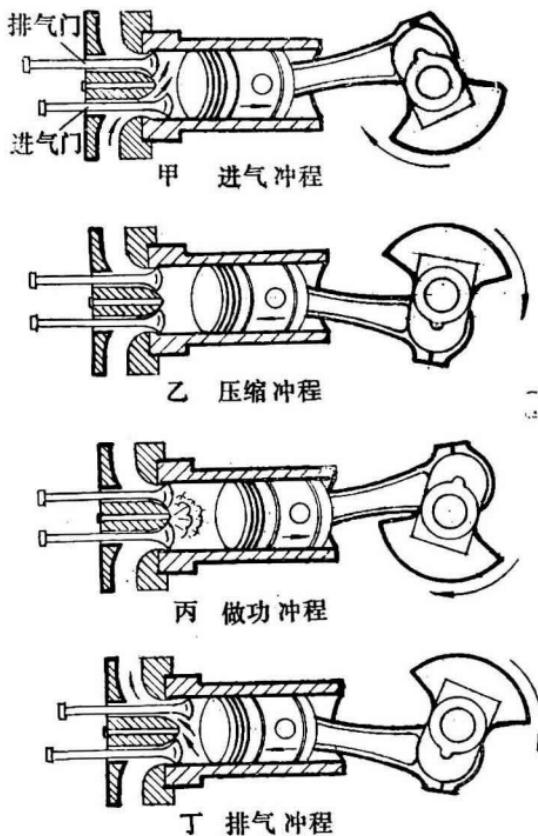

图 4—8 柴油机工作过程示意图
(图 4—8 乙)：曲轴飞轮带动活塞从下止点向上止点运动，进气门、排气
3. 做功冲程（图4—8丙）：在压缩冲程末了，喷油器把柴油变成雾状喷入气缸，并与空气迅速混合燃烧。生成的高温（可达 $1500^{\circ}\text{C}\sim2000^{\circ}\text{C}$ ）高压（可达 $60\sim90$ 大气压）气体急剧膨胀，推动活塞迅速向下止点运动，通过连杆带动曲轴飞轮转动而做功。做功冲程终了，气体的温度下降到 $600^{\circ}\text{C}\sim900^{\circ}\text{C}$ ，压强减小到 $3\sim4$ 大气压。在这个过程中，热能转化成机械能。
4. 排气冲程（图4—8丁）：做功冲程结束后，由于曲轴飞轮继续转动，带动活塞从下止点向上止点运动，排气门打开，做功后的废气，被排出气缸。